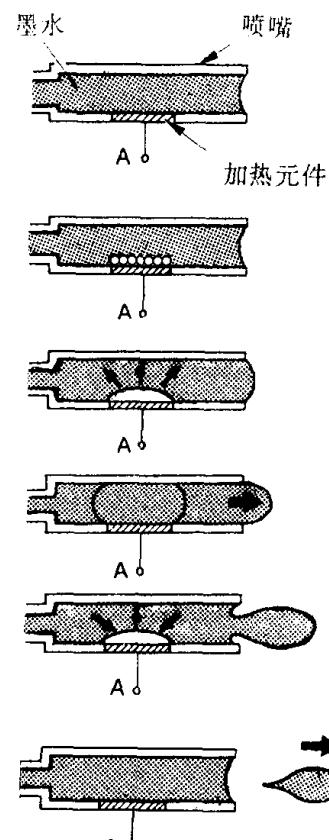

图 1-10 热气泡式喷墨打印机墨水喷射原理
(2) 热气泡式喷墨 图 1-10示出了该种打印机的工作原理，其喷头结构与压电式相似。